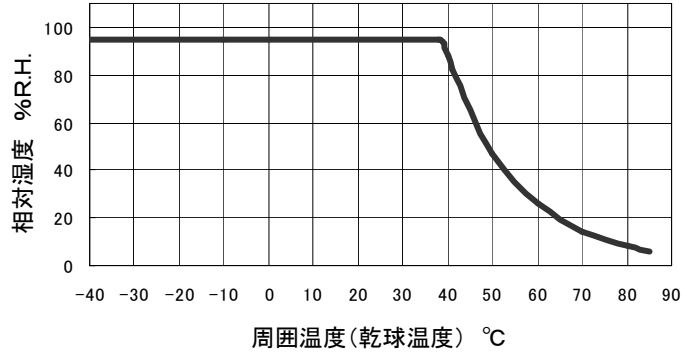

図2 湿度デレティングカーブ
- 湿度範囲       : H     95%R.H. (但し、湿球最大温度 38°C、図2参照)